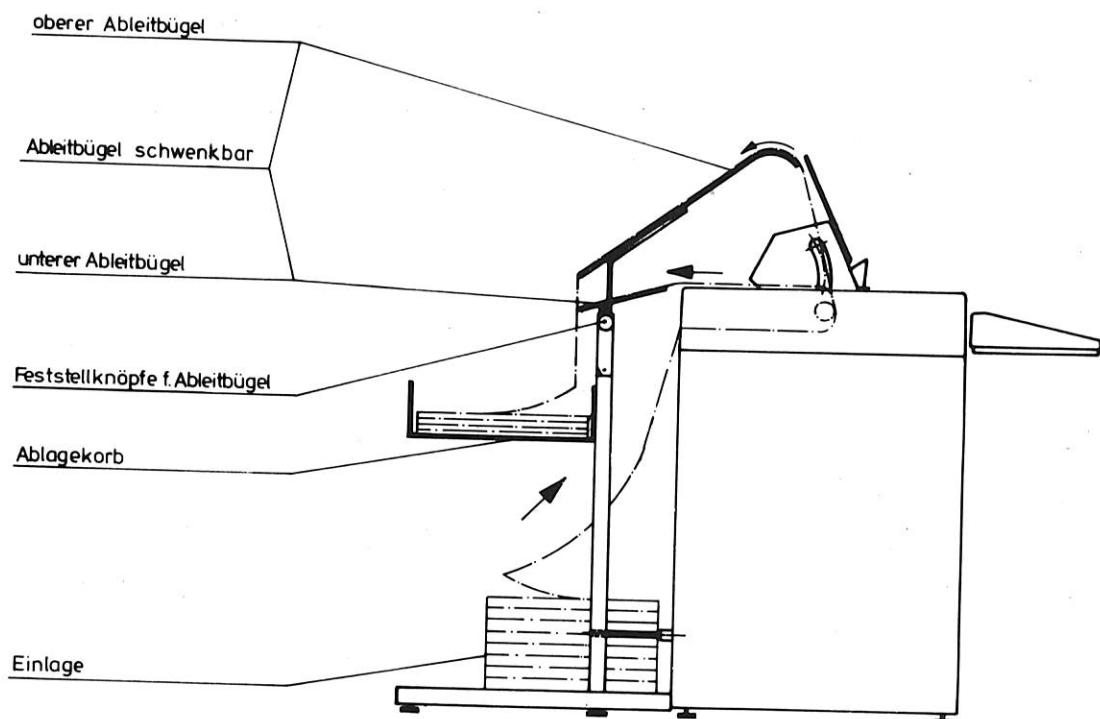

Abb. 15 Endlosformular - Ständer und Formularführung
- Formularstapel einschließlich Karton in den unteren Teil des Formularständers (Abb. 15) einlegen. Die zu bedruckende Papierseite muß beim Durchlauf mit der Druckseite nach vorn zeigen
Endlosformular einführen (siehe auch Abb. 15)
Eine einwandfreie und sichere Führung des Papiers bei der Verarbeitung von Endlosformularen ist nur bei Verwendung des Endlosformular - Ständers möglich (Abb. 15).